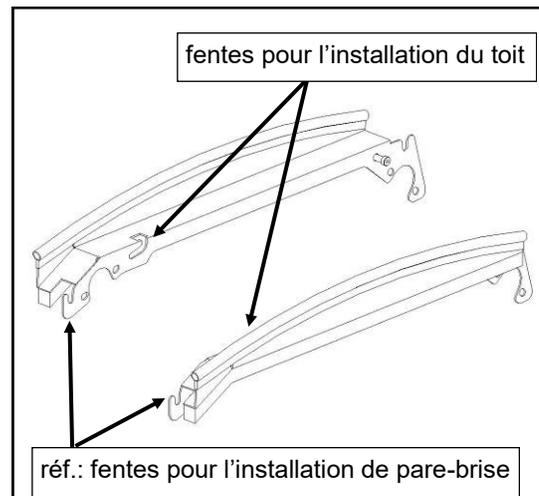

Fig. 4.2 (description de l'utilisation des emplacements)
4.2 Orientez le toit de sorte que les deux broches d'attache rapides sont orientées vers l'avant et les loquets sont orientés vers l'arrière du véhicule. Accrochez les broches dans les fentes de réception vers l'avant des montures supérieures et poussez vers le bas et vers l'avant pour s'engager pleinement dans les fentes. Voir fig. 4.2 pour que les emplacements corrects s'engagent. Enclenchez les loquets sur les broches situées à l'arrière des montures supérieures jusqu'à ce qu'elles soient complètement engagées. Deux (2) clics signifie entièrement engagés.